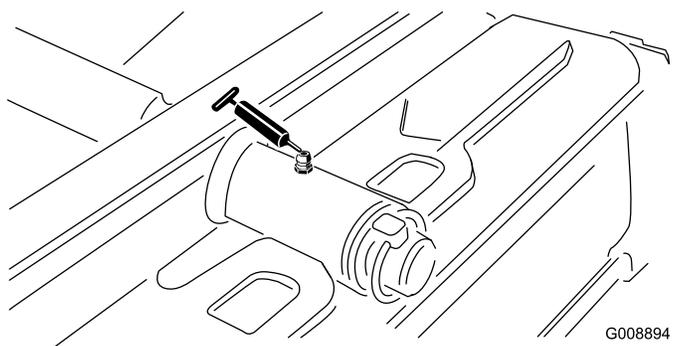

Figure 56
- Pivot d'unité de coupe arrière (Figure 56)